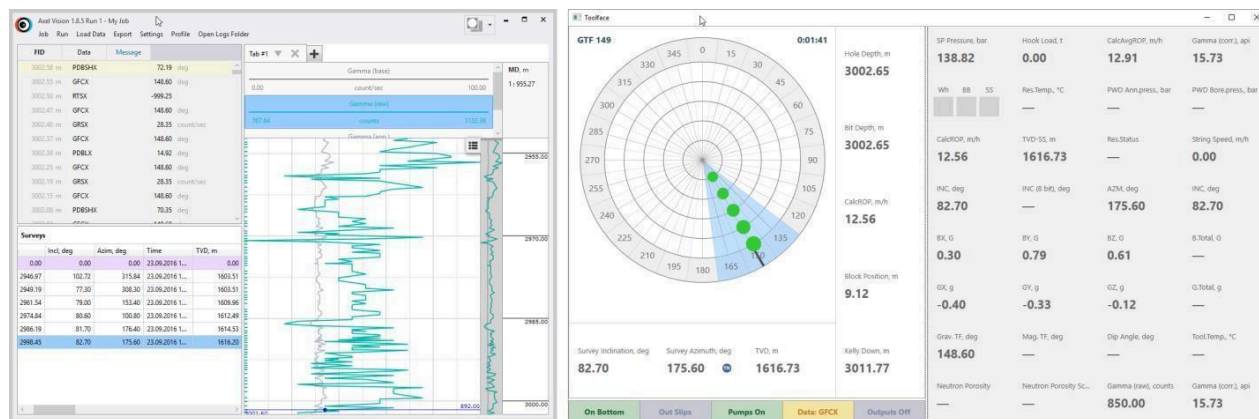

Рис. 5.1.7 Split Toolface: разделение основного окна для работы на двух мониторах
*Совет:* Если у вас есть возможность подключить второй монитор, используйте функцию Split Toolface . С ее помощью можно вынести панель датчиков и диаграмму положений отклонителя в отдельное окно (Рис. 5.1.7). Для возврата Toolface Window в исходное положение, выберите в том же списке строку Consolidate All.